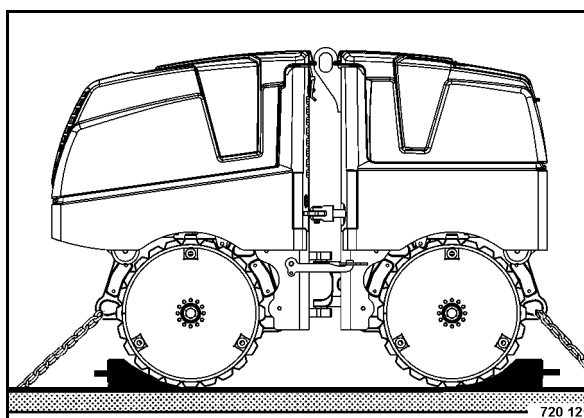

Рис. 86
- Завести машину на транспортное средство и закрепить за обе проушины (Рис. 86).